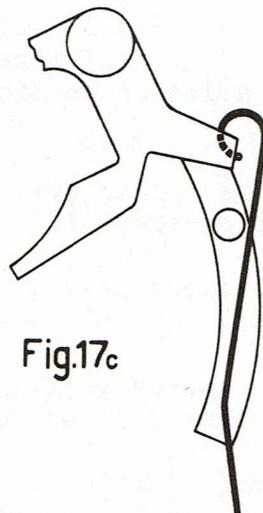

Fig.17c
- b) le ressort est juste poussé un peu vers l'extérieur (voir fig. 17c)
- c) la goupille 21f tourne entièrement le levier 1i (voir fig. 17c)